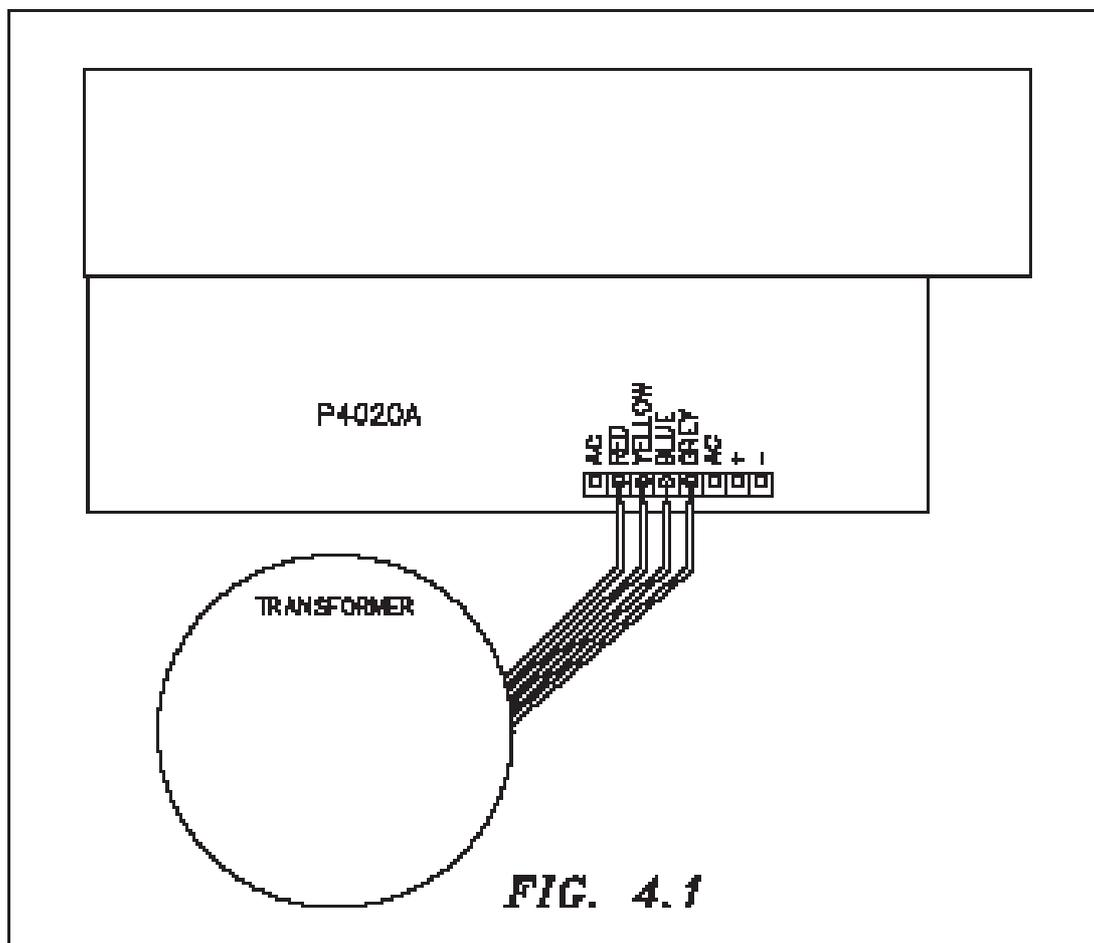

FIG. 4.1
- collegare il trasformatore al circuito seguendo le indicazioni di Fig.4.1 proteggendolo con un fusibile da 2A (per il momento usate il portafusibile fornito per il collegamento del primario)